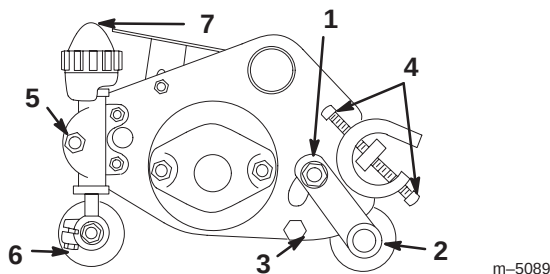

Bild 10
1. Nehmen Sie die Kopfschraube und Mutter ab, mit denen die Schnitthöhenhalterung der hinteren Rolle an der Seitenplatte an beiden Enden des Mähwerks befestigt ist (Bild 10).
2. Lösen Sie die Innensechskantschraube, mit der die Rollenwelle befestigt ist (Bild 10).
4. Nehmen Sie die Befestigungsschrauben des Untermessers von jedem Ende des Mähwerks ab (Bild 10).
5. Lösen Sie die Einstellschrauben des Untermessers an jedem Ende des Mähwerks (Bild 10). Drehen Sie jetzt das Untermesser weg von der Spindel, um es abzunehmen.
1. Lösen Sie an beiden Seiten des Mähwerks die Sicherungsmuttern an den Schnitthöheneinstellstangen und die Klemmschrauben der Rollenwelle (Bild 10).
2. Drehen Sie die Einstellräder für die Schnitthöhe, bis sie nicht mehr die Einstellstangen der Schnitthöhe berühren (Bild 10). Die Einstellräder sind an der Oberseite der oberen Scheibe der Schnitthöhenklemme arretiert.